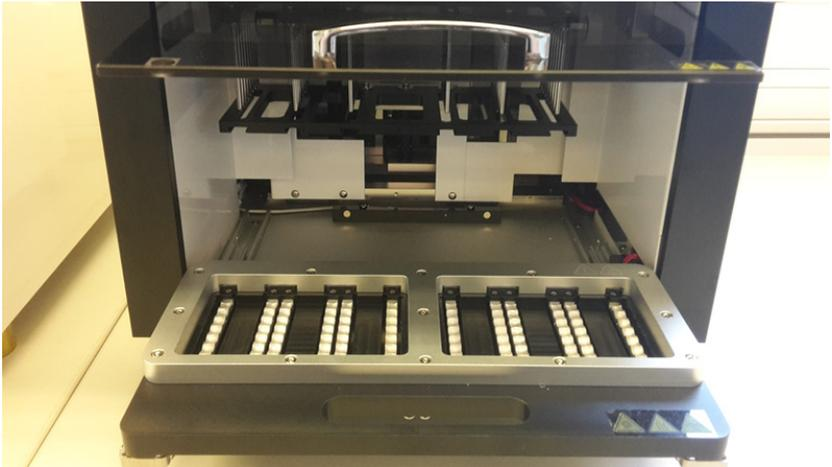

Figure 23. Exemple d'emplacements dans le chargeur de plaque.
5. Sélectionnez l'emplacement de l'ensemble d'échantillons dans le chargeur de plaque en appuyant sur 1-3 à gauche ou 1-3 à droite dans le « Barcode Menu » (Menu des codes-barres) (Voir l'exemple de la figure 23).